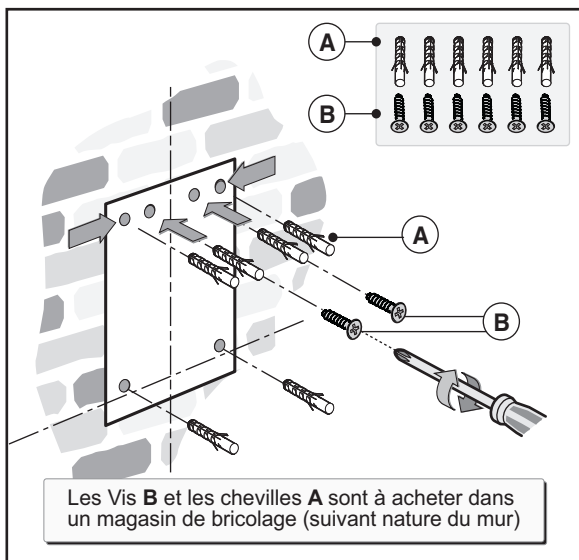

Fig.5
- Repérez et percez les trous de fixation (Fig.5).
Mettre 4 chevilles expansibles A + 2 vis B du haut sans les visser complètement (fig 5).